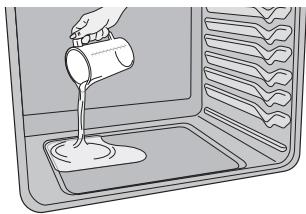

Figure 20 : Verser 1 tasse d'eau
3. Verser 1 tasse d'eau du robinet dans la cavité de la sole du four.(Figure 20) Fermer la porte du four.